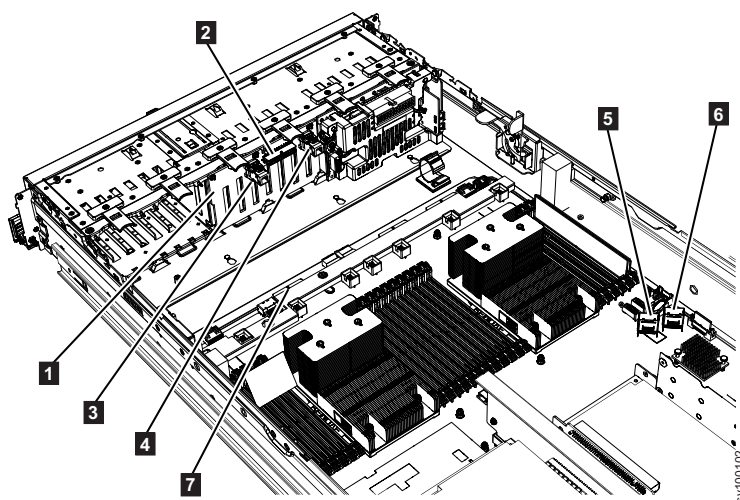

图 201. 2145-SV1 SATA 驱动器底板和接口
14. 断开主板的所有电缆连接。为每根电缆添加标签，然后在断开每根电缆的连接时生成列表，从而在安装新的主板时可以使用该列表作为核对表。第 249 页的图 201 显示了 SATA 驱动器底板和接口的位置。